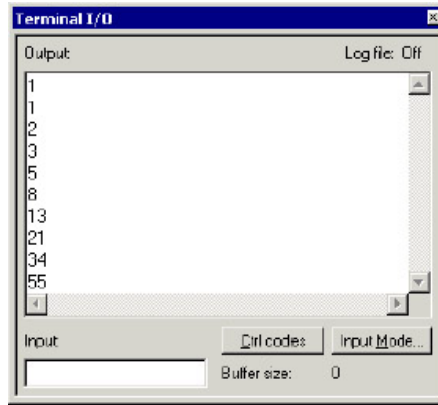

图 19. Terminal I/O 窗口
- ① 选择主菜单 **View > Terminal I/O** 显示 I/O 操作的输出，见图 19。